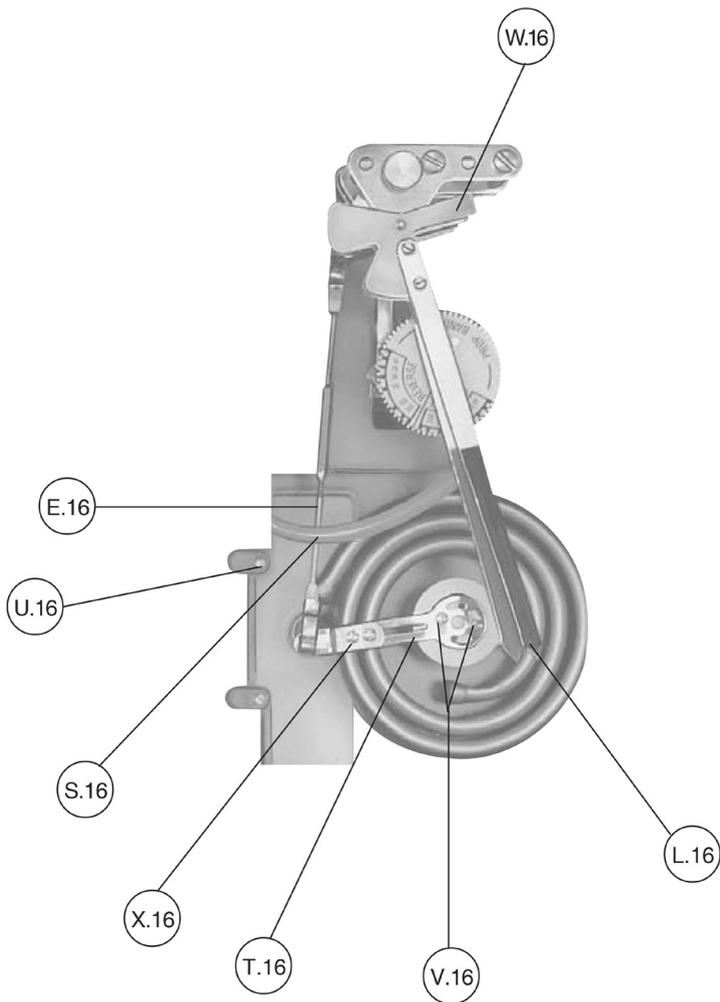
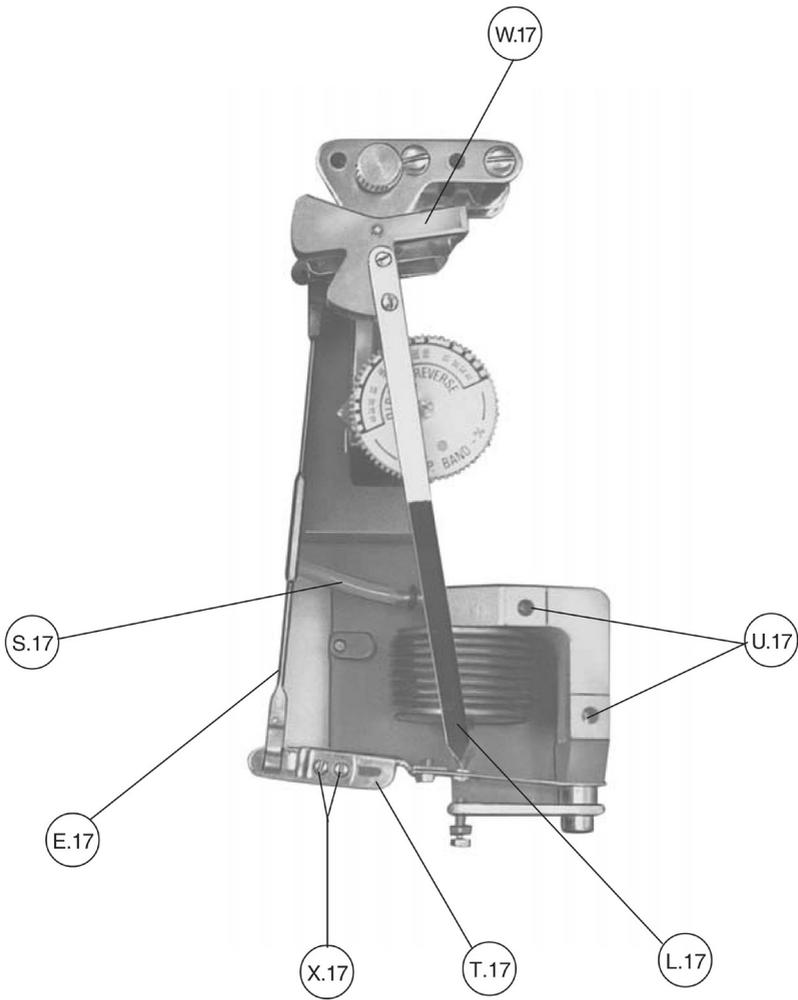

Fig. 16 - Elemento di misura con molla spirale (manometrica o termometrica)
Fig. 17 - Elemento ricevitore pneumatico
Esigenze di funzionamento o danneggiamenti accidentali possono rendere necessaria la sostituzione dell'elemento di misura. Può accadere, specialmente quando la sostituzione comporta la modifica della scala, che il nuovo elemento di misura esegua un movimento angolare diverso dal precedente. La sostituzione dovrà in ogni caso essere seguita da un controllo e da una messa a punto del sistema di misura: le operazioni da eseguire sono descritte nei paragrafi seguenti. Per la sostituzione si procederà come segue. Vedi Fig. 16 per spirali manometriche o termometriche e Fig. 17 per elementi ricevitori pneumatici.
For the replacement act as follows and make reference to Fig. 16 for the thermometric or manometric element and to Fig.17 for the pneumatic receiving unit.
Consiste nella verifica su due punti del campo di misura (normalmente allo zero e al 100% della scala) della corrispondenza del valore indicato dallo strumento col valore reale della grandezza misurata. L'ampiezza del campo di misura dipende dal rapporto tra la lunghezza del braccio di leva (T.16 o 17) collegato con l'elemento di misura e la lunghezza del braccio di leva (W.16 o 17) collegato con l'indice nero di misura. Poichè il braccio di leva (W) è fisso si dovrà agire sulla lunghezza del braccio (T) procedendo come di seguito descritto. Se l'elemento di misura è del tipo a spirale manometrica o termometrica riferirsi alla Fig. 16 e se ricevitore pneumatico alla Fig. 17.
It must be done on two different measured points (normally the zero and the 100% of the scale) verifying the correspondence of the instrument indicated value to the effective measured value. Make reference to Fig. 16 or 17. The measuring range span is related to the ratio between the length of the arm (T.16 or 17), connected with the measuring element, and the length of the lever (W.16 or 17) linked to the indicating black pointer. As the lever (W) length not adjustable it will be necessary to act on the arm (T) as follows. Make reference to Fig. 16 when the measuring element is a thermometric or manometric spring and to Fig. 17 when pneumatic receivers are involved.
2.a) *Making reference to a calibration instrument adjust the measured variable to a value corresponding to the zero of the indicating scale and check the correspondence between the pointer (L) and the graduation of the scale beginning; errors and differences if any must be eliminated acting on the turnbuckle of the link (E).*